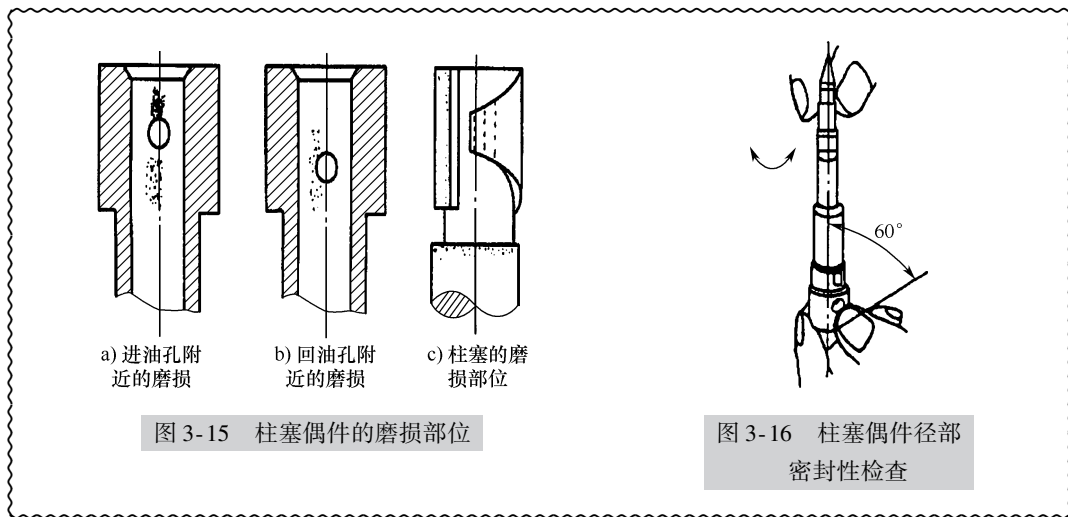
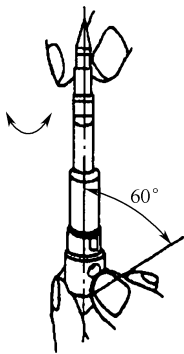

图 3-15 柱塞偶件的磨损部位
图 3-16 柱塞偶件径部密封性检查
2) 柱塞偶件配合工作面如有发暗或严重磨损痕迹，应更换。柱塞和柱塞套的磨损部位如图 3-15 所示。在无专用试验设备的情况下，可按图 3-16 所示方法检查柱塞偶件的径部密封性（即径向部位配合间隙），即将在清洁柴油中清洗后的柱塞偶件的柱塞拉出三分之一，若它能借自重缓慢滑下则属正常；若柱塞急剧下滑，则可判断柱塞偶件配合表面已严重磨损，应予以更换。